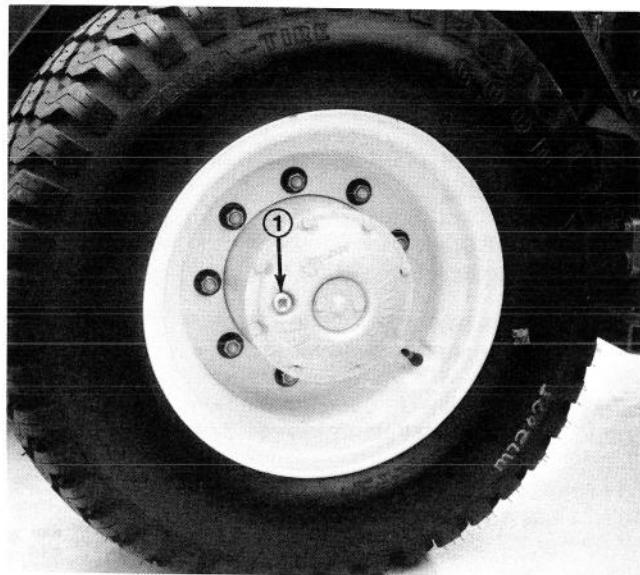

Figure 51
1. Pour contrôler le niveau d'huile, l'huile devrait être au fond du trou du bouchon de vidange/contrôle (Fig. 51) quand le trou est à la position de 3 heures ou 9 heures. L'unité de déplacement doit être sur une surface horizontale pour effectuer ce contrôle.